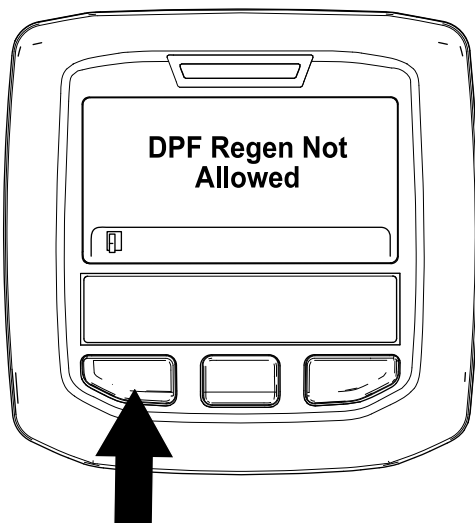

Figure 41
- Si le processus de régénération n'est pas autorisé par le calculateur moteur, le message "Régénération du FAP non autorisée" s'affiche sur l'InfoCenter (Figure 41). Appuyez sur le bouton gauche pour revenir à l'écran d'accueil.